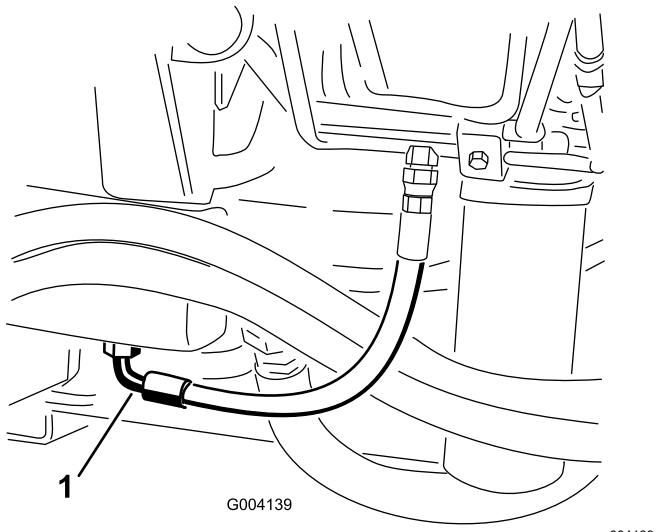

Figure 92
2. Placez un grand bac de vidange sous le raccord monté au bas du réservoir de liquide hydraulique (Figure 92).